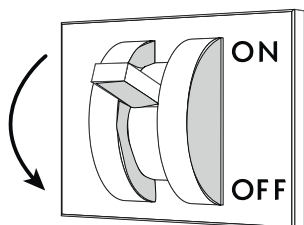

Abb. 58
- Trennen Sie das Kühlmöbel mit Hilfe des Wandschalters vom Stromnetz ("Abb. 58").